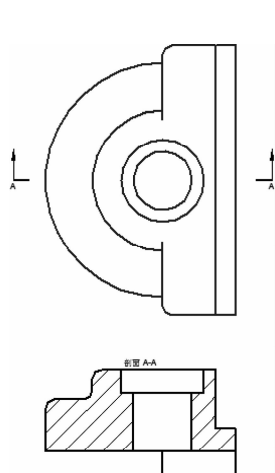

图 9-176 全剖视图
(5) 选取上一步创建的切割的平面剖切线，然后选择合适的位置单击后自动生成全剖视图，如图 9-176 所示。